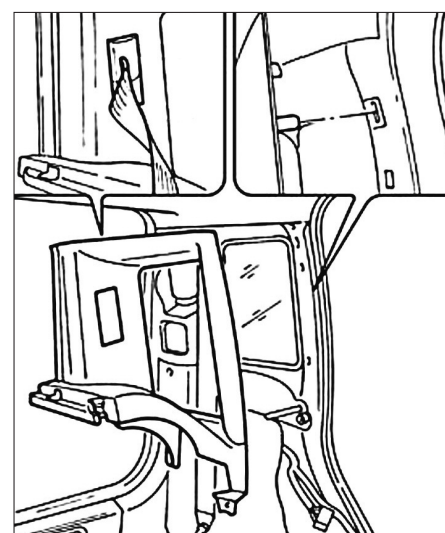

FIG. 61
- la garniture de custode arrière (Fig.61),